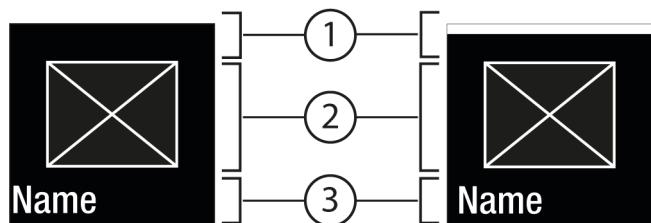
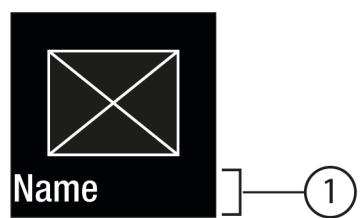

Fig. 6
Fig. 7
- Pomocí Potvrzení Fig. 5 (2) vyvolejte podmenu Fig. 7 (4).
- Nastavení nové hodnoty: Vyberte pomocí Potvrzení Fig. 5 (2) deaktivovanou hodnotu Fig. 6 (1).
- Zpět do menu: Vyberte pomocí Potvrzení Fig. 5 (2) již aktivovanou hodnotu Fig. 6 (2).
- Stav: aktivováno Fig. 6 (1) se krátce zobrazí v podmenu Fig. 7 (4).